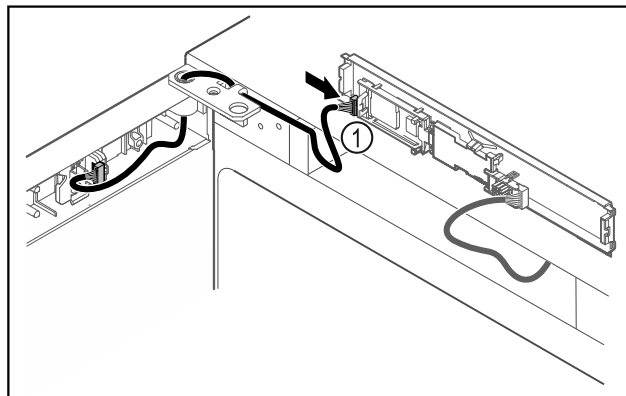

Fig. 49
- ▶ Sätt i kontakten Fig. 49 (1) på kretskortet.